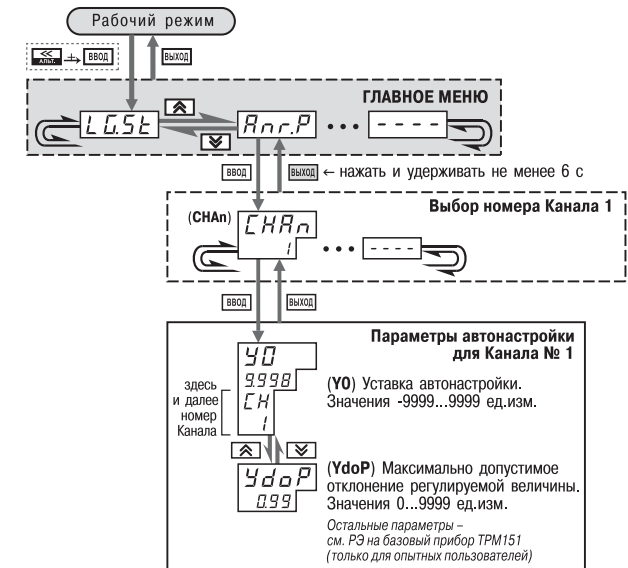

Рис. 54. Схема задания параметров Автонастройки с помощью кнопок на лицевой панели прибора
- Установите в Конфигураторе (или с лицевой панели прибора, см. рис. 54) значения параметров автонастройки **Y0** и **YdoP** для выбранного Канала регулирования.